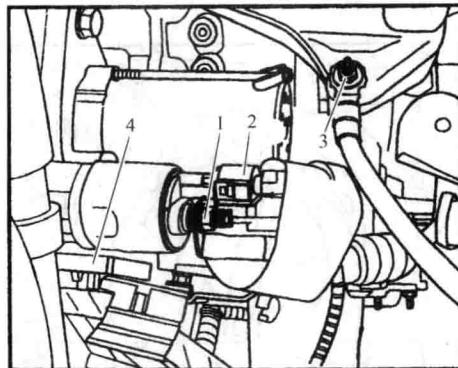

图 1-9 脱开起动机的连接插头和变速器的连接插头
15) 如图 1-9 所示，脱开起动机的连接插头 2 和变速器的连接插头 4，并松开固定螺母 1 和 3，取下导线放置一旁。